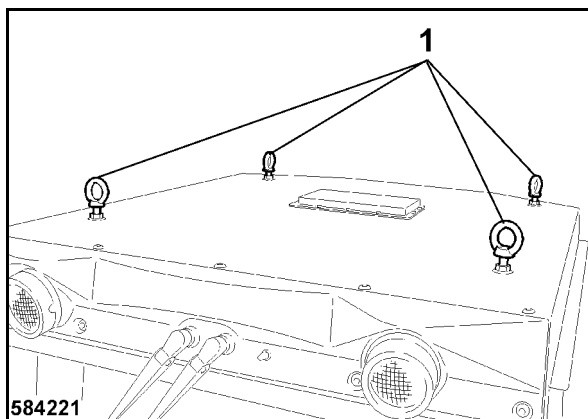

Fig. 195
- Fijar el medio de fijación en las cuatro orejas de elevación 1 (Fig. 195).